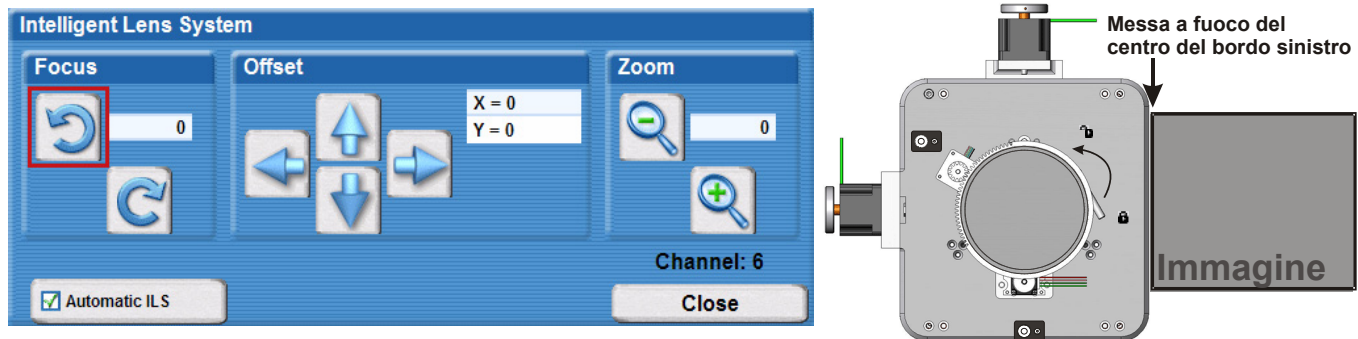

Figura 2-25 Regolazione della messa a fuoco
3. Regolare **Focus** per ritrarre l'obiettivo utilizzando il pulsante in senso antiorario sulla schermata **ILS**. Vedere **Figura 2-25**. Osservare l'immagine sul lato sinistro dello schermo per stabilire quando è a fuoco correttamente. Se l'immagine appare nella messa a fuoco corretta sul bordo sinistro, ma non su quello destro, è necessario stabilire se il fuoco del lato destro è davanti allo schermo o posteriore ad esso. Se l'intero schermo è a fuoco, passare al punto 7.